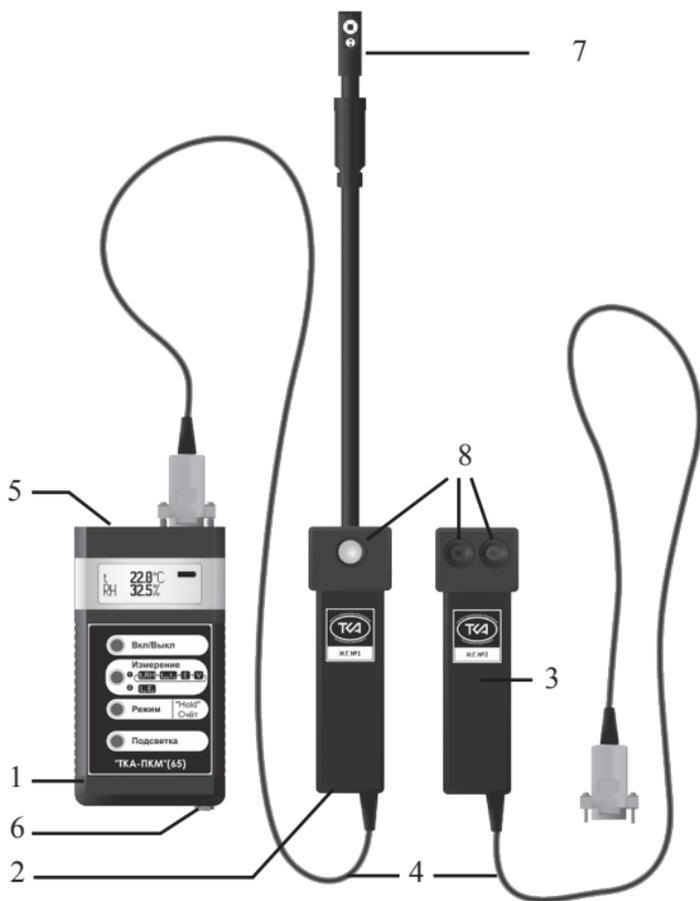
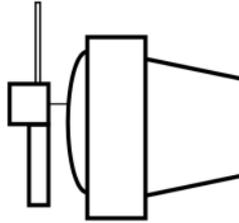

Рис.1 Внешний вид прибора “ТКА-ПКМ”(65)
Рис.2
5.1 Конструктивно прибор выполнен в виде трёх функциональных блоков: блока обработки сигналов (1, Рис.1) и двух измерительных головок: №1 (2, Рис.1) и №2 (3, Рис.1), присоединяемых с помощью разъёма на кабеле связи (4, Рис.1).
установлен на верхнем торце корпуса измерительной головки №1 (7, Рис.1).
Для связи с ПК в приборе установлен разъём USB (опционально RS232) (5, на Рис.1).
прибору через разъём на корпусе (6, Рис.1) зарядное устройство и вставить его в сеть. Прибор необходимо выключить. Время заряда ~ 16 часов. Превышение времени заряда (до нескольких суток) не приводит к ухудшению работоспособности аккумулятора.
В случае измерения климатических параметров (RH, t, V) сдвиньте вниз защитный колпачок, поместите зонд с датчиками (7, Рис.1) в зону измерения. Считайте с дисплея измеренное значение.
Проследите за тем, чтобы на входные окна фотоприемников (8, Рис.1) не падала тень от оператора, производящего измерения и от временно находящихся посторонних предметов.
7.5 При измерении яркости экранов мониторов ПК расположите фотометрическую головку с зондом прибора параллельно плоскости экрана на расстоянии 1...4 мм. Входные окна фотоприёмников (8, Рис.1) должны быть обращены по направлению к плоскости экрана, при этом диаметр измеряемой площадки не превышает 7...9 мм (Рис.2).